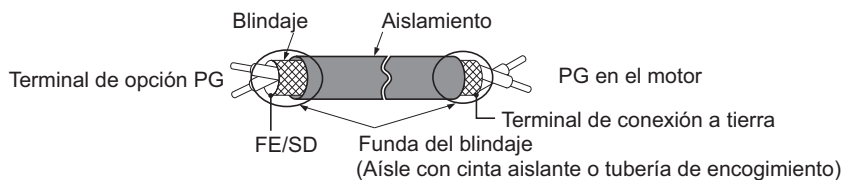

Figura 8.6 Preparación de los extremos del cable blindado
2. Existen dos orificios de tornillo en el variador para su uso como terminales de tierra (I). Al conectar tres opciones, dos hilos de tierra deben compartir el mismo terminal de tierra del variador.
4. Prepare y conecte los extremos del cable como se observa en la Figura 8.6 y en la Figura 8.7. **Consulte Calibres de hilos, torque de apriete y terminales de presión en la página 359** para confirmar que el torque de apriete adecuado se aplica a cada terminal. Tome precauciones particulares para garantizar que cada cable esté conectado correctamente y el aislamiento de los cables no esté pellizcado accidentalmente en terminales eléctricos.